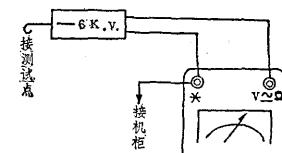

图 3
(2) 直流高压的测试：利用FM-5型万用表和标有“-6KV”符号的分流器，按图3所示的接法接好。FM-5型万用表范围开关处于“3V(6000V)”档上，测量类别开关处于“-”。打开发射机调制器观察小窗，将测量棒与调制管板极（其中任意一个）牢固地（但不能用力过猛或过大）钩好，然后开高压开关缓慢地调节升压器手轮，进行发射机直流高压数值的测量。